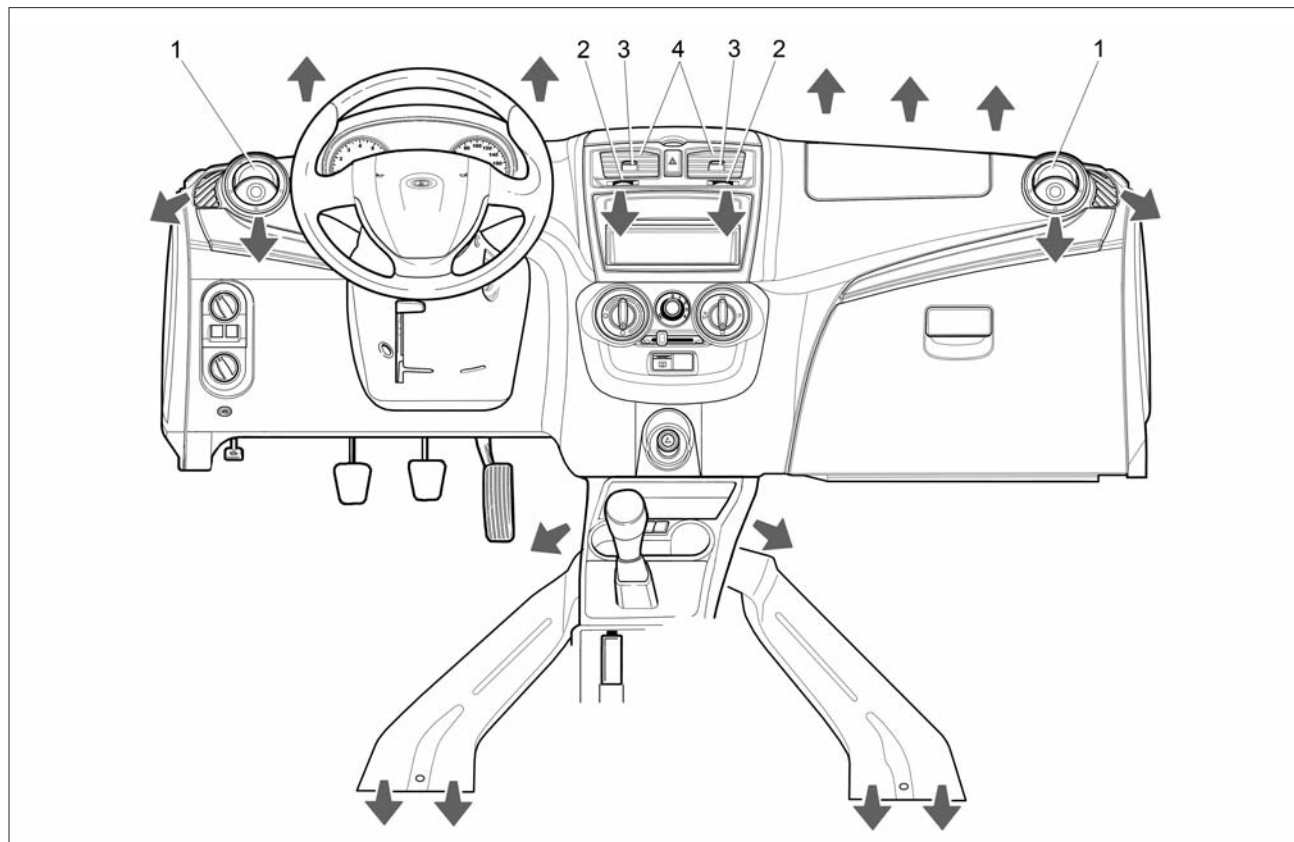

Рис. 42. Направления потоков воздуха из дефлекторов и воздуховодов
Интенсивность подачи воздуха через боковые сопла 1 (рис. 42) регулируется непосредственным воздействием на дефлекторы сопел путем изменения положения дефлекторов вплоть до полного их закрытия. Открытие нужного сопла производится нажатием на специальное углубление в дефлекторе. Вращением дефлектора регулируется направление воздушного потока.
– **сопла 1 и 4** (см. рис. 42) отрегулировать в зависимости от желаемого направления и силы потоков. Причем **сопла 1** регулируются непосредственным воздействием на дефлекторы сопел (для открытия необходимо нажать на специальное углубление), а **сопла 4** рычагами 2 и 3;
- **сопла 1** (см. рис. 42) направить на соответствующие боковые стекла в зону наибольшего запотевания;
- **сопла 1** (см. рис. 42) направить на соответствующие боковые стекла в зону наибольшего обледенения;
В положении рукоятки 4 хотя бы одно из сопел 1 или 4 (см. рис. 42) должно быть открытым, иначе теплообменник охлаждения воздуха (испаритель) может обледенеть и перекрыть подачу воздуха в салон.
3. Установите **рукоятку 4** своей меткой напротив символа . Сопла 1 и 4 (см. рис. 42) панели приборов должны быть открытыми.